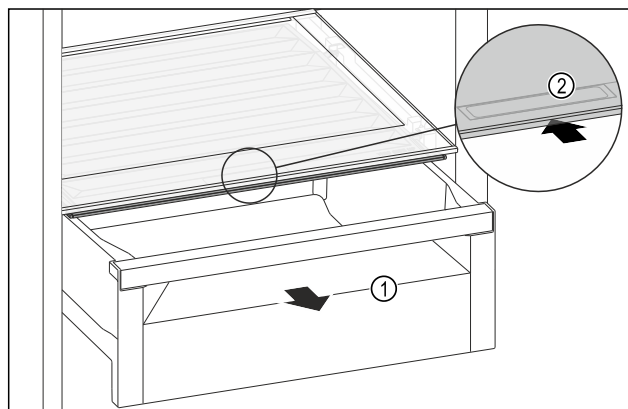

Fig. 138
- ▶ Zásuvku Fig. 138 (1) vytáhněte.
- ▶ Uchopte prohlubeň pro rukojeť Fig. 138 (2) na víku zásuvky a současně zasuňte víko zásuvky směrem dozadu.